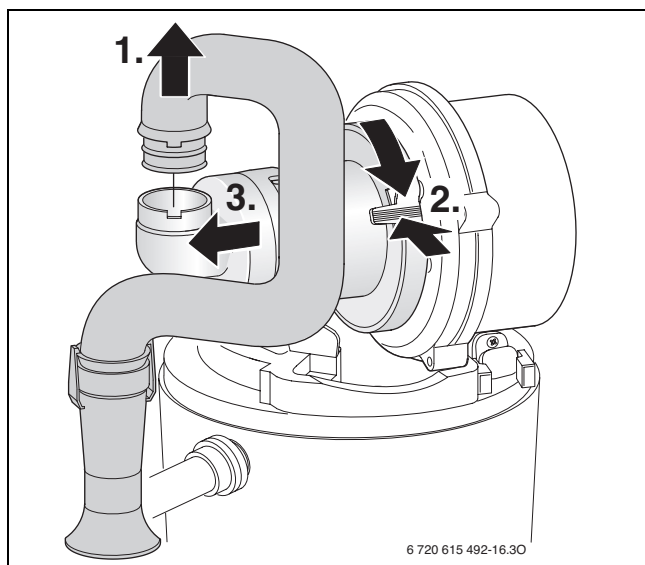

Fig. 46
- ▶ Smontare il dispositivo di miscelazione secondo la fig. 46.